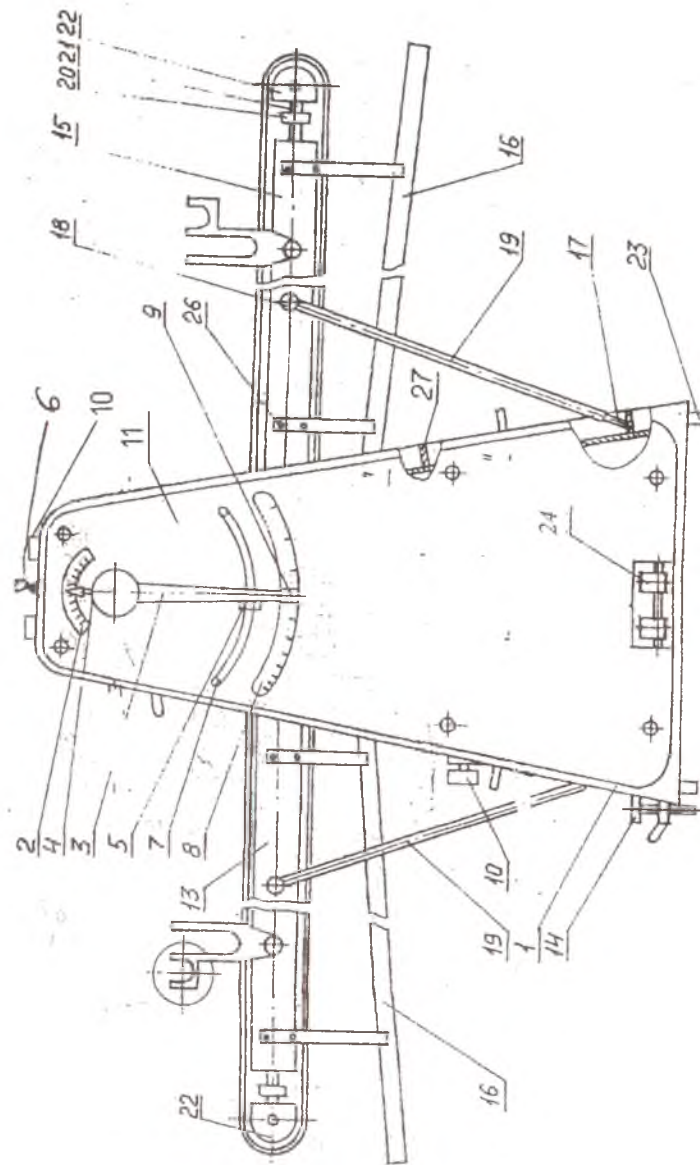

рис. 1.
- 4.5 Нажатием на рукоятку ручного управления 6 (рис. 1) в крайнее правое положение включите машину.
- Выключите машину, установив рукоятку ручного управления в нейтральное (среднее положение). Включите машину в противоположную сторону, для этого установите рукоятку ручного управления в крайнее левое положение включите машину. Убедитесь в исправности машины. Установив рукоятку ручного управления в нейтральное (среднее положение), проверьте работу машины нажатием поочередно на педали ножного управления 24 (рис.1). Убедитесь в ее исправности. Остановите машину.
- 4.6 Установите переключатель скорости 10 (рис.1) в положение «Больше» и повторите пуск машины в любую сторону ручным и ножным управлением согласно п.4.5.
- 4.7 Установите стрелкой 3 по лимбу 2 зазор между раскатывающими валками 60..70 мм поворотом рукоятки 4 с фиксатором 9 (рис.1).
- 7.1 По окончании работы нажатием кнопки «Стоп» пускателя 12 (рис. 1) выключите электропитание машины. При этом на электрической панели машины должна погаснуть сигнальная лампочка.
- 7.7 Если машина не используется длительное время, установите конвейеры 13 и 15 (рис. 1) в вертикальное положение, поднимая вверх свободные концы до тех пор, пока опоры 19 войдут в верхние фиксаторы 27 (рис. 1). Вилка должна быть отсоединена от электросети.